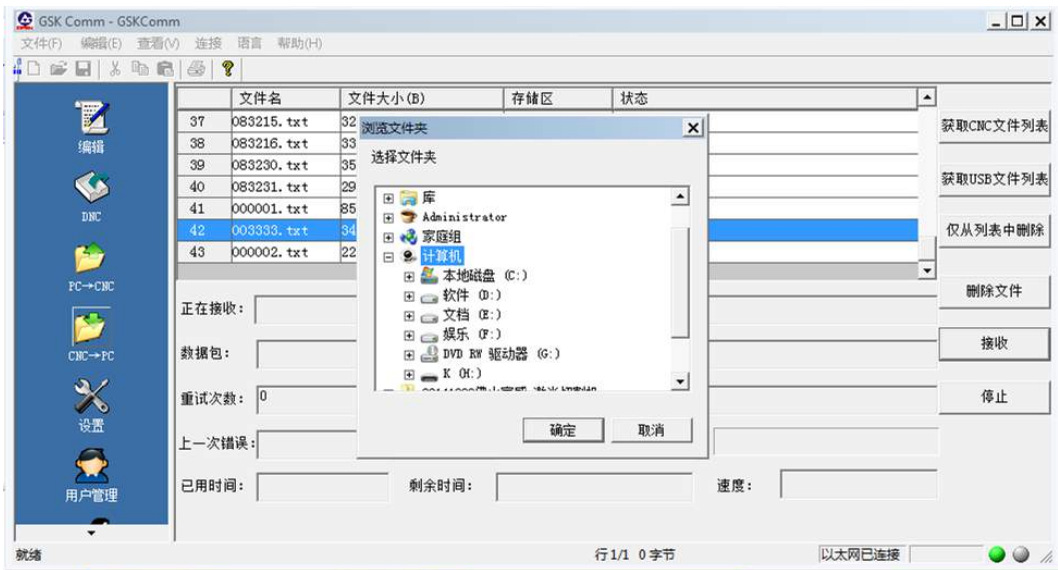

图 11-2-2-6
4、接收文件完成后，文件列表项状态栏显示“已接收”。 如图11-2-2-7。